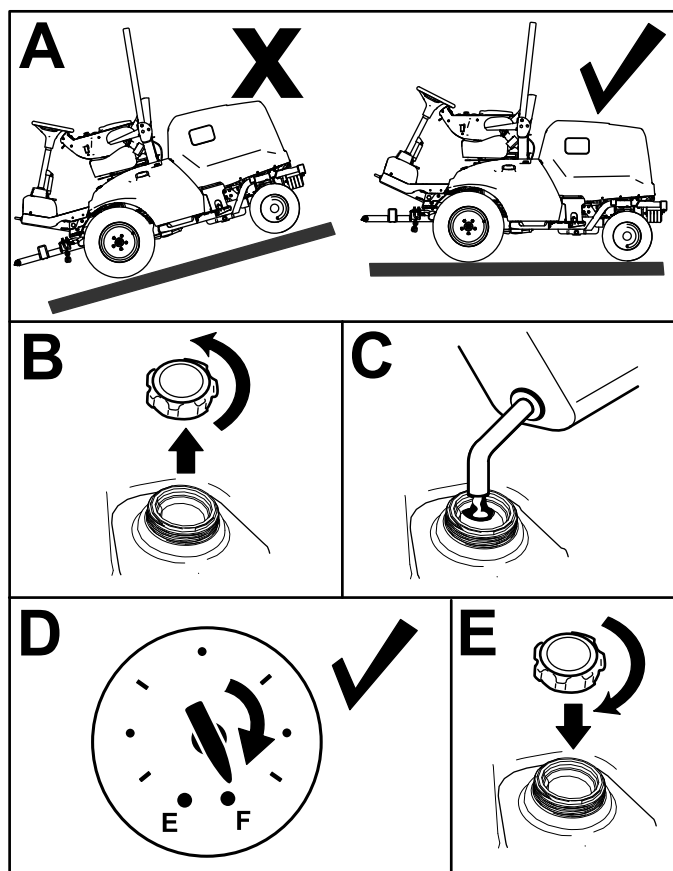

Figure 28
1. Garez la machine sur une surface plane et horizontale (Figure 28), serrez le frein de stationnement, coupez le moteur et enlevez la clé.